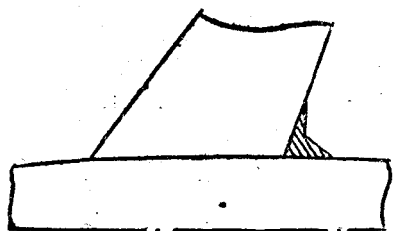

图 15
(4) 在机身和机翼接合处 后方可胶上小木片 (见图15)。